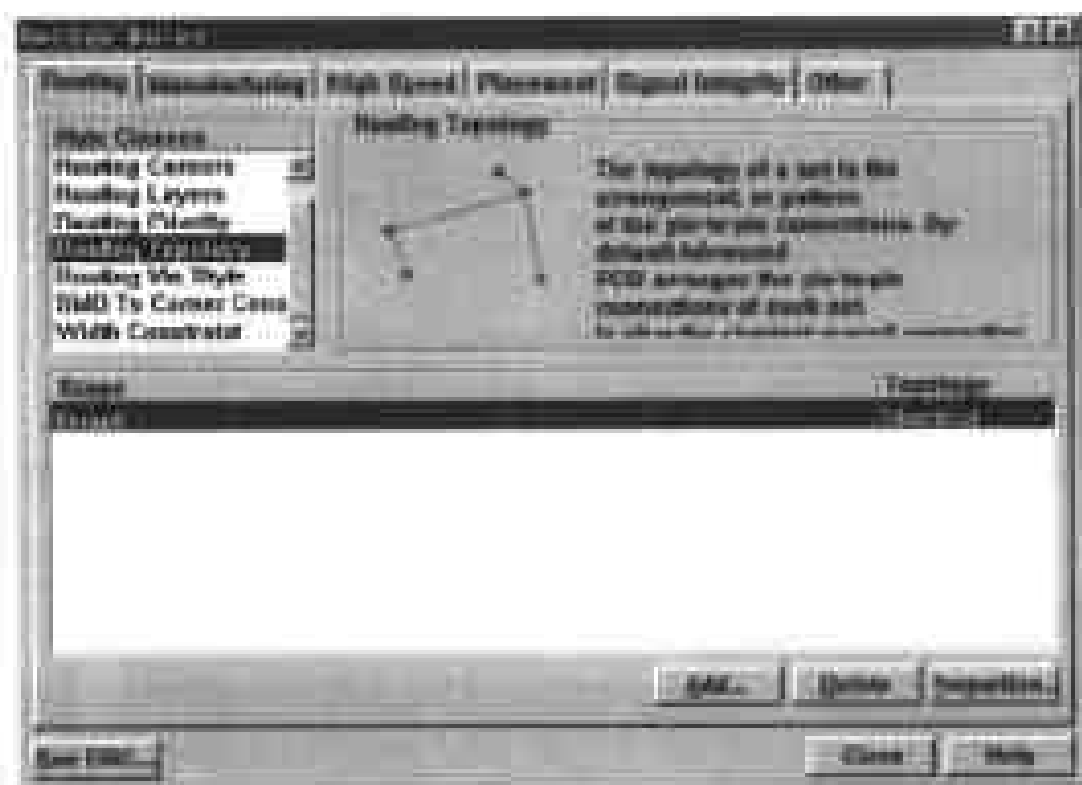

图 9-10 选择 Routing Topology
(1) 选择 Design > Rules,弹出 Design Rules 对话框,在对话框中单击 Routing 标签,显示设置布线规则的选项,然后在 Rule Classes 列表框中单击 Routing Topology,此时的对话框如图 9-10 所示。
(3) 单击对话框左边的 Filter kind 选项的下拉列表框,在弹出的下拉列表中包含 Whole Board, Net Class 和 Net 3 个选项,供用户设定要对哪些网络设定走线模式,此选项的取值将反映在如图 9-10 所示的对话框下部方框的 Scope 栏中。